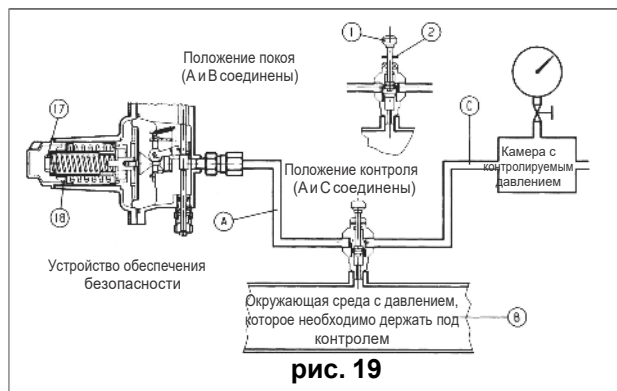

рис. 19
- А) Для отсекающих устройств, соединенных с выходным трубопроводом посредством переключающего трехходового клапана 11 необходимо действовать следующим образом (рис. 19):